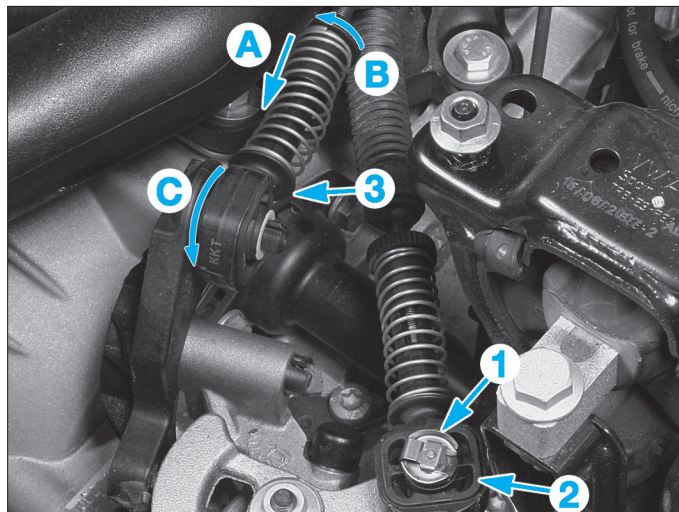

FIG. 25
- le segment d'arrêt (1) du levier de commande, ainsi que celui du câble de sélection (Fig.25),